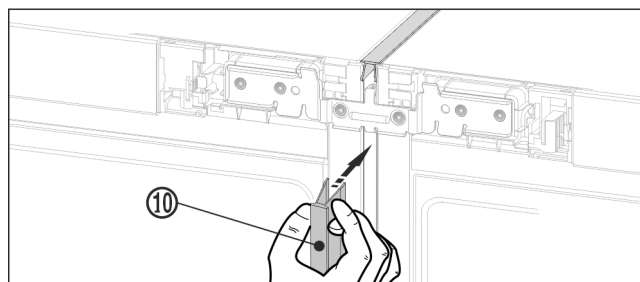

Fig. 21
- ▶ Tryck in den långa täcklisten Fig. 21 (10) i den vertikala spalten på framsidan. Kontrollera då att listerna går upp mot förbindelseplåten.